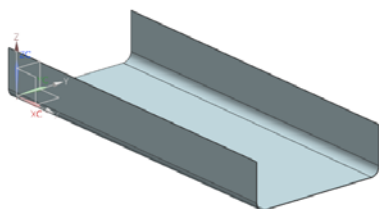

图 3-103 创建弯边特征 2
(7) 单击  按钮, 创建弯边特征 2, 如图 3-103 所示。